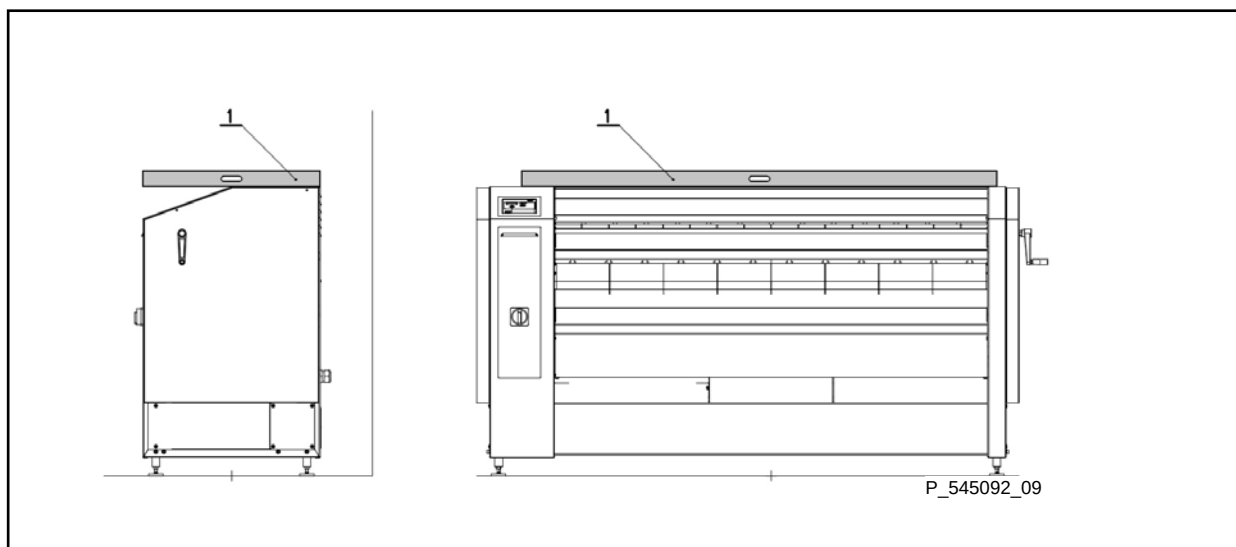

figura 3.4.A.
- Figura 3.4.A. – control del establecimiento de la máquina a la posición longitudinal y transversal horizontal por medio del nivel.